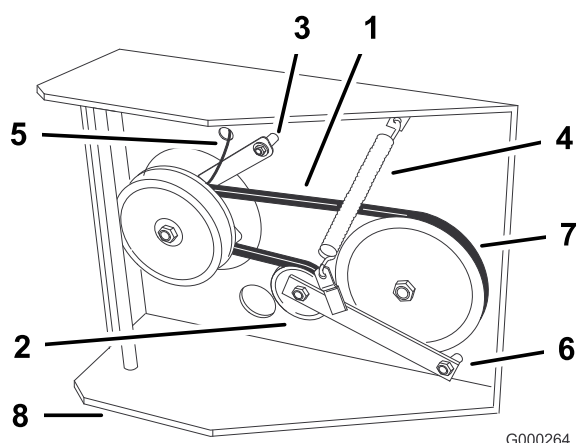

Figure 48
6. Détachez le dispositif de retenue de l'embrayage du plancher moteur (Figure 48).
7. Décrochez le ressort de tension sur le côté du bâti (Figure 48).
10. Serrez le boulon de pivot à 47–54 Nm (35–40 pi-lb). Placez le ressort de tension entre le bras de la poulie de tension et la patte du bâti (Figure 48).
11. Reposez le dispositif de retenue de l'embrayage sur le plancher moteur (Figure 48).